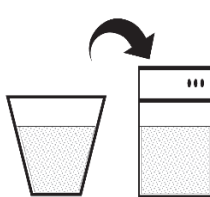

図 3
- (2)混ぜたものをチャック袋に移して（図 3）、袋の先をハサミで切り、そこからガラス容器に絞り出します（図 4）。